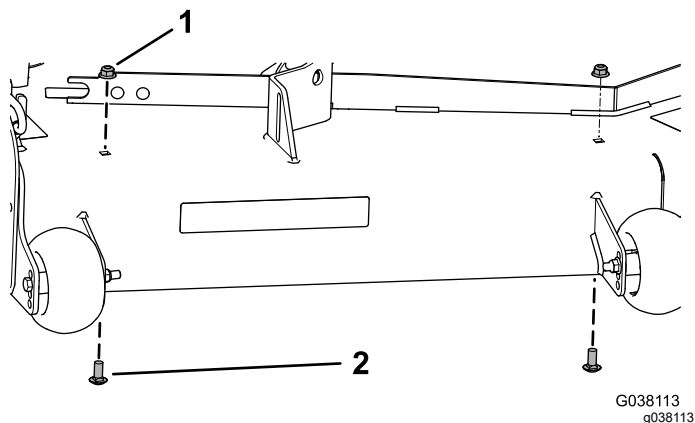

Figure 27
1. Retirez les 2 écrous à embase (3/8 po) et les 2 boulons de carrosserie (3/8 x 7/8 po) existants du tablier de coupe (Figure 27).